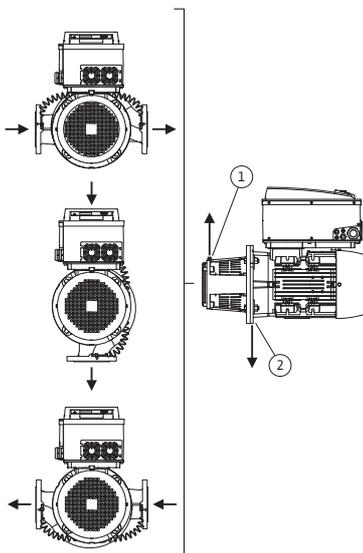
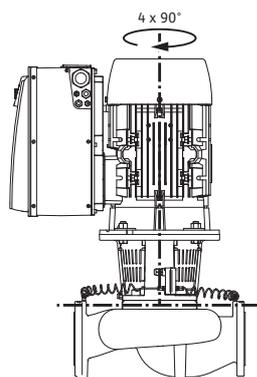

Fig. 18: Godkjente monteringsstillinger med horisontal motoraksel
Fig. 19: Godkjente monteringsstillinger med vertikal motoraksel
De godkjente monteringsstillingene med horisontal motoraksel og elektronikkmodul oppover (0°) er fremstilt i Fig. 18. De godkjente monteringsstillingene med elektronikkmodul montert på siden ($\pm 90^\circ$) er ikke avbildet. Alle monteringsstillinger med unntak av "Elektronikkmodul nedover" (-180°) er tillatt. Lufting av pumpen er bare garantert hvis lufterventilen peker oppover (Fig. 18, pos. 1). Bare i denne posisjonen (0°) kan oppsamlet kondensat føres målrettet bort via tilgjengelig boring, pumpelanterne samt motor (Fig. 18, pos. 2). Fjern i denne forbindelse pluggene på motorflensen.
De godkjente monteringsstillingene med vertikal motoraksel er fremstilt i Fig. 19. Alle monteringsstillinger med unntak av "Motor nedover" er tillatt.
- Lufteventilen på lanternen (Fig. 6, pos. 1.31) skal alltid peke oppover ved horisontal motoraksel (Fig. 6a; og Fig. 6b:). Ved vertikal motoraksel er alle orienteringer tillatt. Se også Fig. 18: "Godkjente monteringsstillinger med horisontal motoraksel" på side 24 evt. Fig. 19: "Godkjente monteringsstillinger med vertikal motoraksel" på side 25.
- Ved horisontal motoraksel må kondensat-hullene posisjoneres på undersiden (Fig. 18, pos. 2). Ellers må motoren dreies til respektive posisjon.